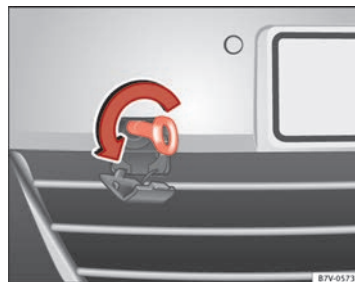

Fig. 220 En la parte derecha del parachoques delantero: Enroscar la argolla de remolque.
El alojamiento para la argolla de remolque enroscable se encuentra en la parte derecha del paragolpes delantero ⇒ fig. 220.
- Enrosque la argolla de remolque en su alojamiento **en sentido contrario a las agujas del reloj** tanto como sea posible ⇒ fig. 220 ⇒ ①. Utilice un objeto adecuado para enroscar firmemente la argolla de remolque en su alojamiento.